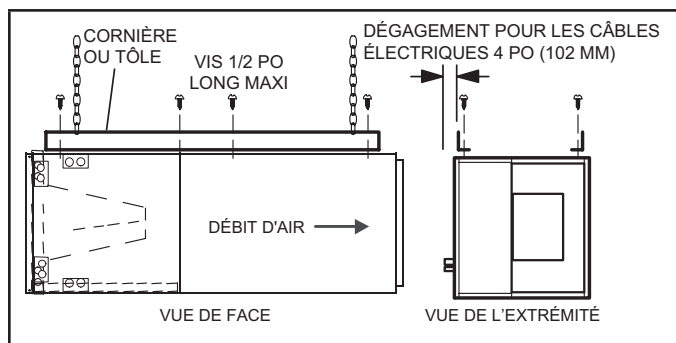

FIGURE 5. Suspension d'une unité horizontale
- 5 - Si l'unité est suspendue, elle doit être supportée sur toute sa longueur. Lorsqu'une chaîne ou une bande métallique est utilisée, fixez un morceau de cornière ou de tôle sur l'unité (au-dessus ou en dessous) de manière à ce que toute la longueur de l'unité soit supportée. Utilisez des vis de 1/2 po de long maximum de manière à ne pas endommager le serpentin ou le filtre. Voir la figure 5. Connectez les plénums d'air d'alimentation et de retour à l'aide de vis à tôle.
- 12 - Si l'unité est suspendue, elle doit être supportée sur toute sa longueur. Lorsqu'une chaîne ou une bande métallique est utilisée, fixer un morceau de cornière ou de tôle sur l'unité (au-dessus ou en dessous) de manière à ce que toute la longueur de l'unité soit supportée. Utilisez des vis de 1/2 po de long maximum de manière à ne pas endommager le serpent ou le filtre comme illustré à la figure 5. Connectez les plenums d'air d'alimentation et de retour à l'aide de vis à tête.